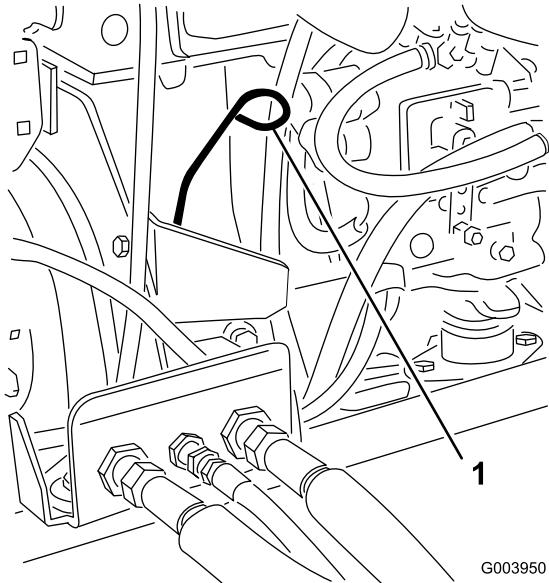

Figure 16
3. Retirez la jauge, essuyez-la sur un chiffon et remettez-la en place (Figure 16).